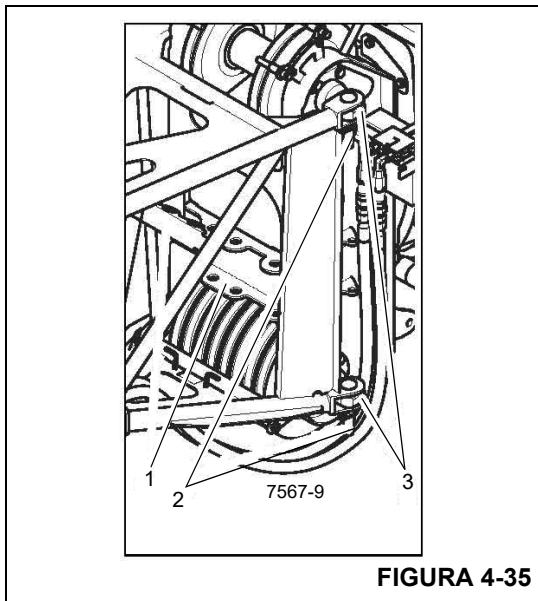

FIGURA 4-35
16. Usando uma escada ou um dispositivo de elevação adequado, remova os grampos de retenção e puxe os pinos para fora dos suportes (1) (Figura 4-35). Instale os pinos (2) nos olhais de conexão (3). Fixe com os grampos de retenção.
15. Usando uma escada ou um dispositivo de elevação adequado, remova os grampos de retenção e puxe os pinos para fora dos suportes (1) (Figura 4-35). Instale os pinos (2) nos olhais de conexão (3). Fixe com os grampos de retenção.